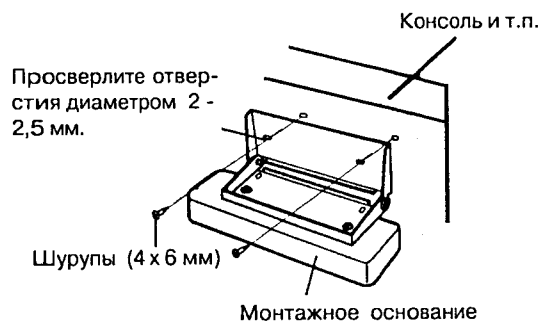

Рис. 12.
3. Используя шурупы (4 x 16 мм), прикрепите кронштейн к консоли. Отрегулируйте угол установки таким образом, чтобы блок управления был хорошо виден и зафиксируйте его регулировочными винтами. (Рис.12)